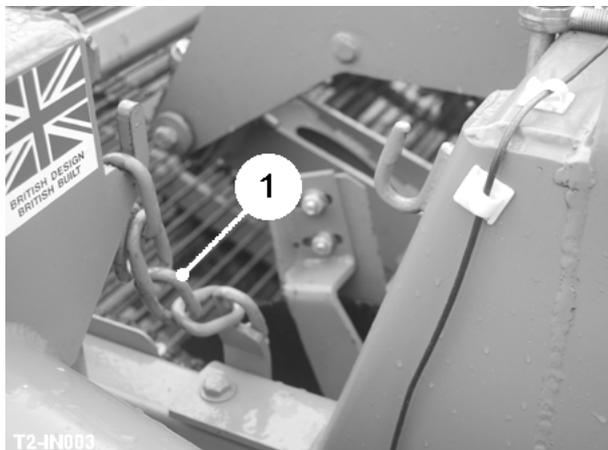

Fig 3
El cavador ensamblaje, que incluye las ruedas de profundidad, el coulter de disco, acciones y la cavador Web es conservado en el puesto levantado por cadenas de transporte. Antes de intentar operar el cavador conjunto las cadenas de transporte (item 1, fig 3) necesitarán ser desenganchado de los chasis.